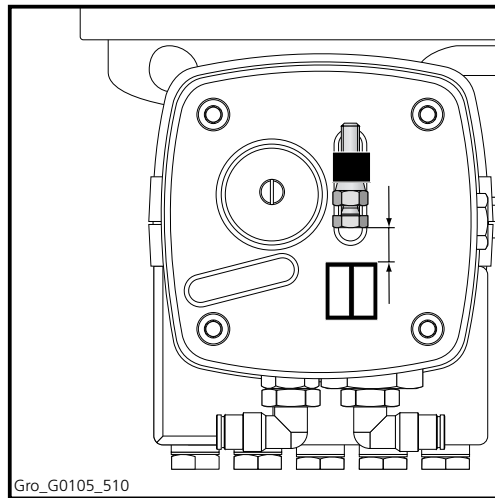

Abbildung 5.11 Stellschraube
3. Achten Sie darauf, dass die Stellschraube am Kolben des Bremszählers den Endanschlag nicht berührt. Überprüfen Sie dies, indem Sie die Bremse des Fahrzeugs betätigen (Abbildung 5.11).